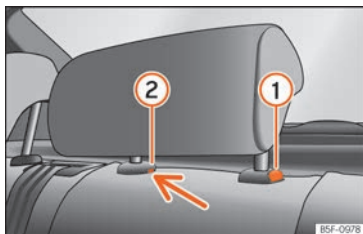

Fig. 159 Appuie-tête central arrière : point de déverrouillage.
- Pour régler l'appuie-tête à une hauteur inférieure, appuyez sur la touche ① »» fig. 159 et déplacez-le vers le bas.
- Appuyez sur la touche ① »» fig. 159, en appuyant en même temps sur l'orifice de sécurité ② »» fig. 159 avec un tournevis plat de 5 mm de largeur maximum et retirez l'appuie-tête.